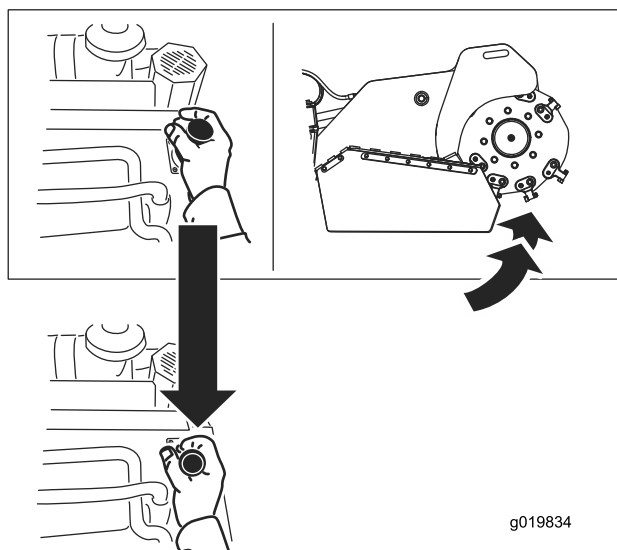

Figura 13
- Para elevar la destocadora, tire de la palanca hacia atrás (**Figura 13**).